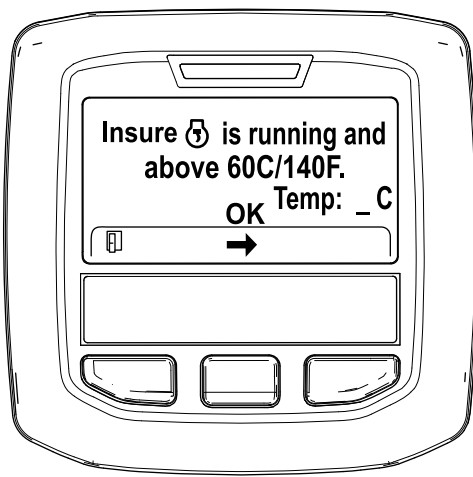

Bild 32
5. Wenn die Kühlmitteltemperatur unter 60°C liegt, wird die Meldung „Insure is running and above 60C/140F“ angezeigt (Bild 32).